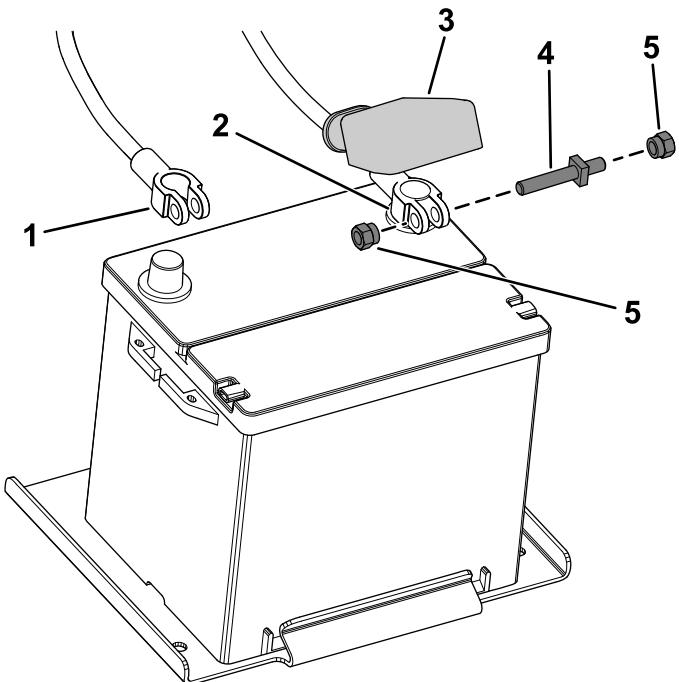

Figure 4
1. Branchez le câble positif de la batterie (rouge) sur la borne positive (+) de la batterie et fixez-le avec le boulon et les écrous (Figure 4).
2. Placez ensuite le capuchon isolant sur la borne positive (Figure 4).
3. Branchez le câble négatif de la batterie (noir) sur la borne négative (-) de la batterie, et fixez-le avec le boulons et écrous (Figure 4).